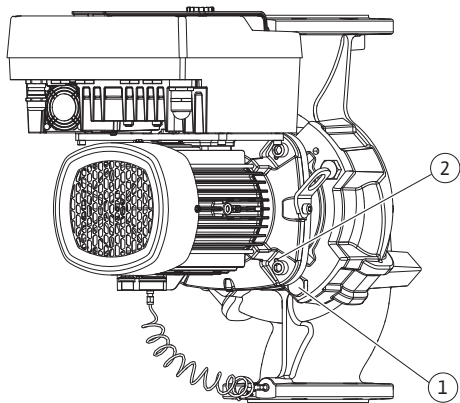

Fig. 111: Ievietojamā moduļa nospiešana, izmantojot vītnes urbumus (atkarībā no sūkņa tipa)
23. Nospiediet ievietojamo moduli no sūkņa korpusa. Šim nolūkam izmantojiet abus vītnes urbumus (skat. Fig. 111, 1. poz.).
33. Ievietojamā moduļa noņemšanai no sūkņa korpusa izmantojiet blakus esošos divus vītnes urbumus (Fig. 111, 1. poz.) un esošās vai piemērotas skrūves, ko nodrošina pasūtītājs (piem., M10 x 25 mm).